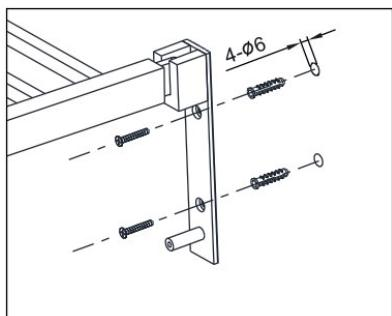
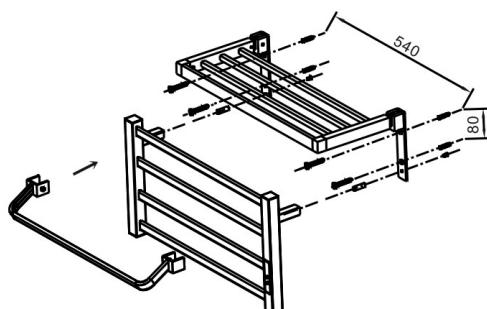

Figure 4
Figure 5
1. Percez les trous ($\varnothing 6\text{mm}$) dans le mur conformément à la figure 4 et à la figure 5.